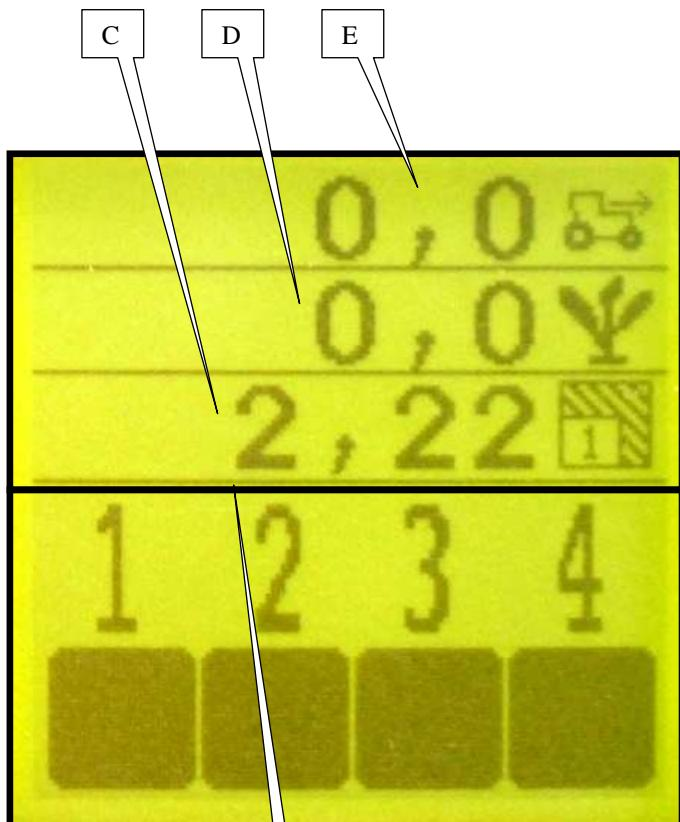

Fig. 1
Daarvoor selecteert u het symbool G (Fig. 1) en bevestigt. Verwijder het kruis uit venster H en bevestig. Voer dan in venster D de waarde van de hoge alarmdrempel in (in 1000 voet per hectare)
Los umbrales de alarma pueden ser programados en número de pies en vez de en porcentaje de la densidad de siembra. Para ello, seleccionar el símbolo G (Fig. 1) y validar. Quitar la cruz de la ventana H y validar.
Le soglie d'allarme possono essere programmate in numero di piedi piuttosto che in percentuale della densità dei semi. Per effettuare questa operazione, selezionare il simbolo G (Fig. 1) e confermare.
Après la mise sous tension de la console, l'écran principal (Fig. 1) qui correspond au mode utilisation apparaît. Cet écran est divisé en deux parties, la partie supérieure A et la partie inférieure B.
- C : compteur de surface partiel (Fig. 1)
- D : population moyenne (Fig. 1)
- E : vitesse d'avancement (Fig. 1)
After the console has been switched on, the main, use mode, screen (Fig. 1) will appear.